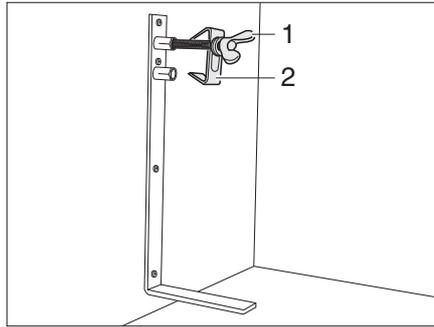

Fig. 164 Soporte para rueda de repuesto
- Soltar el tornillo (Fig. 164,1) y quitarlo junto con el centraje (Fig. 164,2).